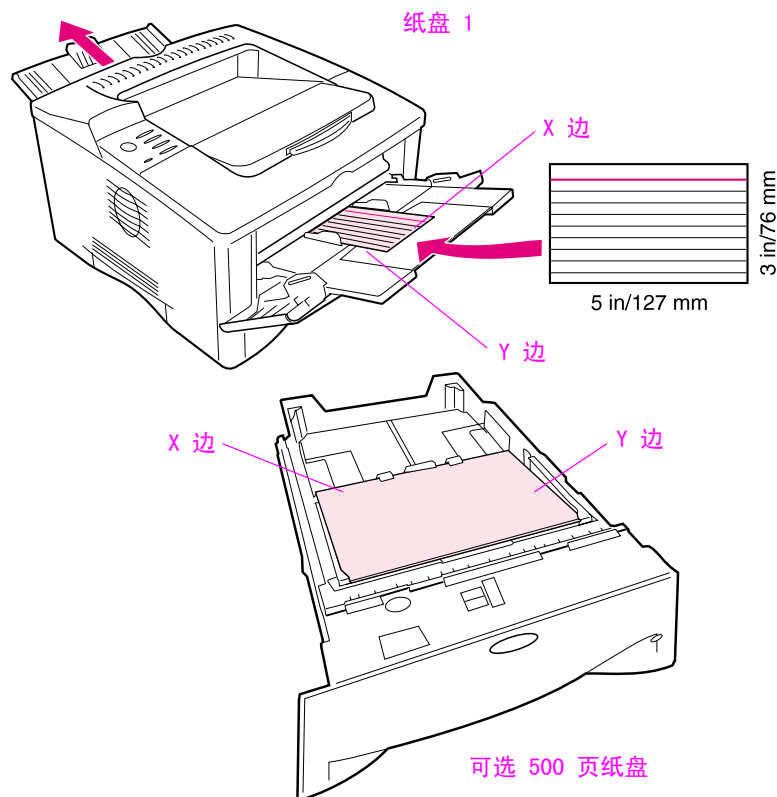

图 17 打印自定义尺寸纸张
- 3 在 Printing Menu 中，按图 17 所示设置 X 尺寸 (纸张前边)。对于纸盘 1，X 尺寸可以是 3-12.28 英寸 (76-312 毫米)；对于 500 页纸盘 (可选)，X 尺寸可以是 8.2-11.7 英寸 (148-297 毫米)。按图 17 所示设置 Y 尺寸 (纸张的侧边)。对于纸盘 1，Y 尺寸可以是 5-18.5 英寸 (127-470 毫米)；对于 500 页纸盘 (可选)，Y 尺寸可以是 5.8-17 英寸 (210-432 毫米)。